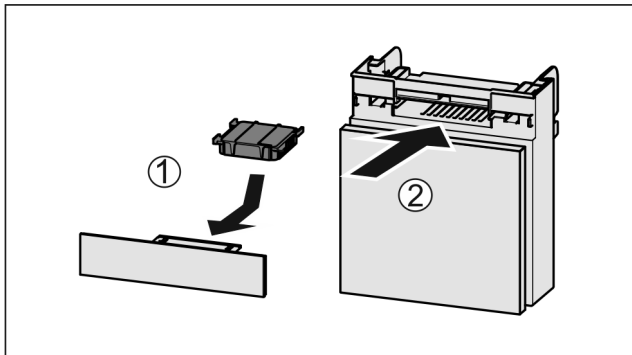

Fig. 100
- ▶ Actiefkoolfilter overeenkomstig afbeelding aanbrengen Fig. 100 (1).
- ▶ Lade erin schuiven Fig. 100 (2).